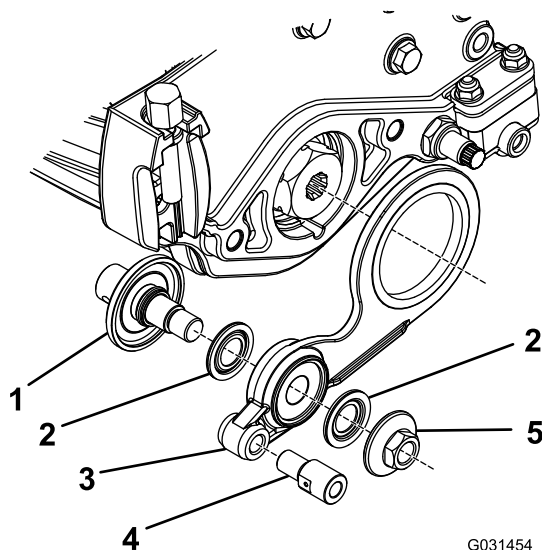

图16
1. 如 图16所示将散装零件装到怠轮总成上。
注意 如果要将在怠轮总成安装到 图16中的对面请按相反顺序安装零件 1 至 5。